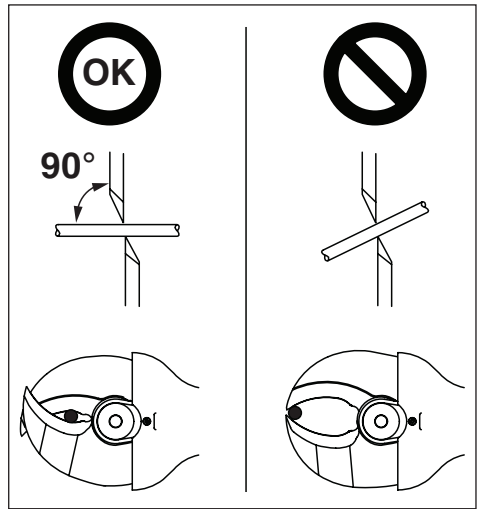

Abbildung 4, Positionierung des Materials zwischen den Messern
Positionieren Sie das zu schneidende Material so zwischen den Messern des Schneidgeräts, dass es sich parallel zur Messerachse befindet, siehe Abbildung 4. Dadurch erhält man die beste Schnittleistung.
2. Positionieren Sie das zu schneidende Material zwischen den Messern. Stellen Sie sicher, dass es sich parallel zur Messerachse befindet, wie in Abbildung 4 gezeigt. Für weitere Informationen siehe die Anweisungen in Abschnitt 7.5.